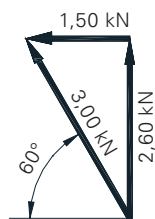

Fig. A7.04
- Componente orizzontale adm. forza di trazione sulla catena = $3 \text{ kN} \times \cos 60^\circ = 1,5 \text{ kN}$. (Fig. A7.04)